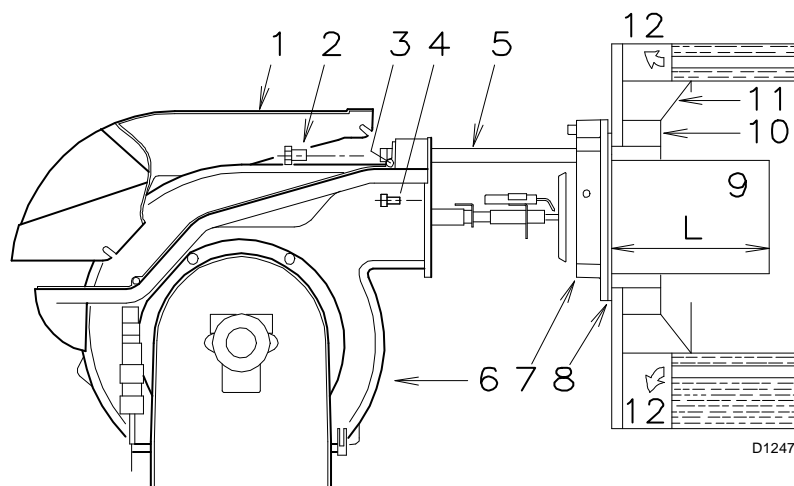

Fig. 7
En calderas con frontal refrigerado por agua, no es necesario el revestimiento refractario 10)-11) (Fig. 7), salvo que lo indique el fabricante de la caldera.
Fijar la brida 7) (Fig. 7) a la placa de la caldera, intercalando la junta 8) (Fig. 7) que se suministra. Utilizar los 4 tornillos que se suministran, después de haber protegido la rosca con algún producto antibloqueo.
- Abrir el quemador sobre las guías como en (Fig. 7, pág. 10).